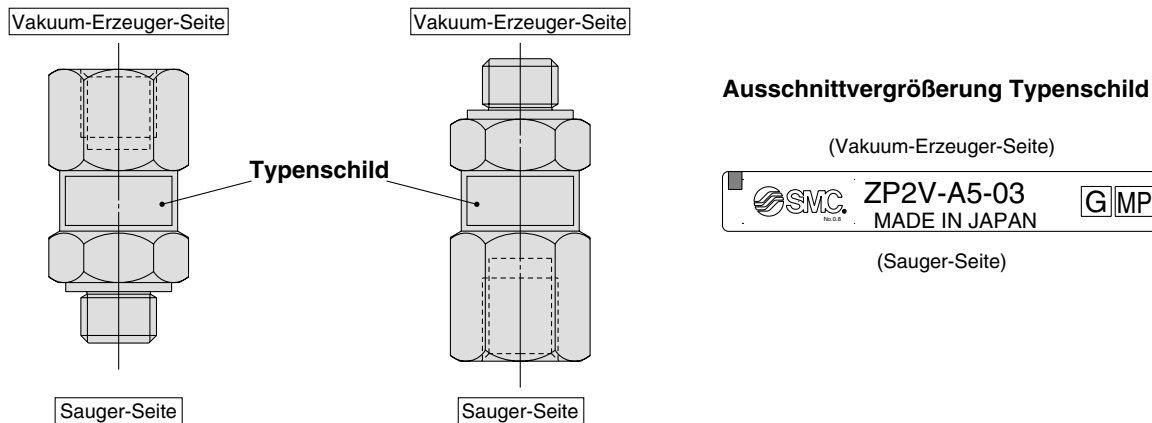

Abb. 1. Einbaulage
4. Achten Sie bei der Leitungsverlegung darauf, die Sauger-Seite und die Vakuum-Erzeuger-Seite des Produkts nicht zu vertauschen. (Siehe Abb. 1)